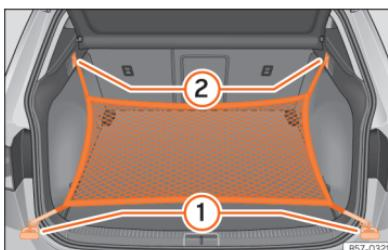

Fig. 174 Na bagageira: argolas ① e ganchos ② para fixar o saco de rede.
- Fixe os ganchos curtos da rede nas argolas de fixação ➤ Fig. 174 ① ➤ △. O fecho de correr do saco deve ficar voltado para cima.
- Fixe as fitas nos ganchos para prender sacos ②.